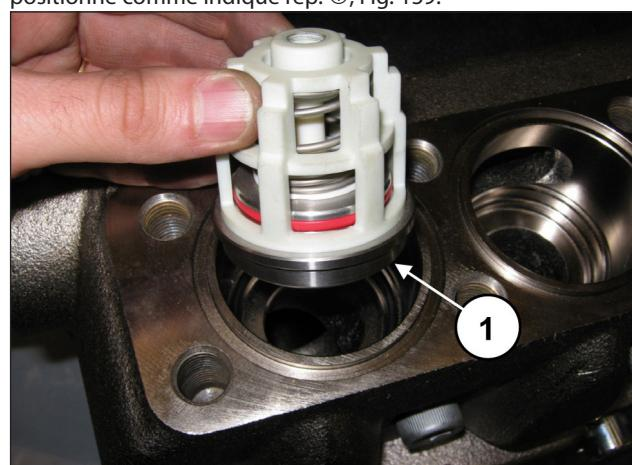
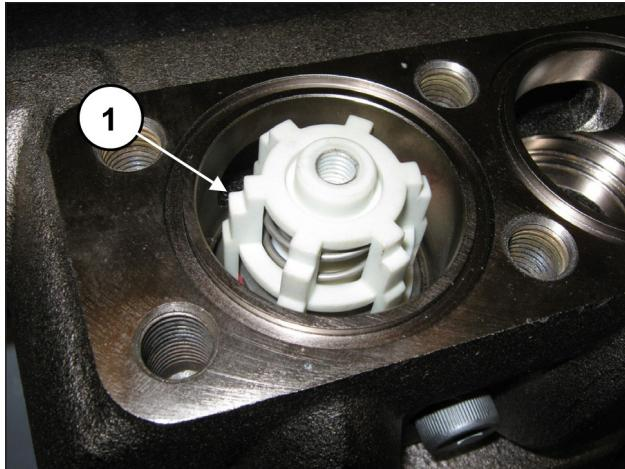

Fig. 158
Fig. 159
Placer le groupe soupape de refoulement (rep. ①, Fig. 158). Engager à fond le groupe soupape complet qui devra être positionné comme indiqué rep. ①, Fig. 159.